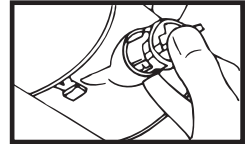

FIG. 30
2. Pour installer le barillet de serrure neuf, enfoncer la goupille de retenue et insérer le barillet — à la position « RUN » — dans l'enveloppe de la colonne de direction (voir figure 30).